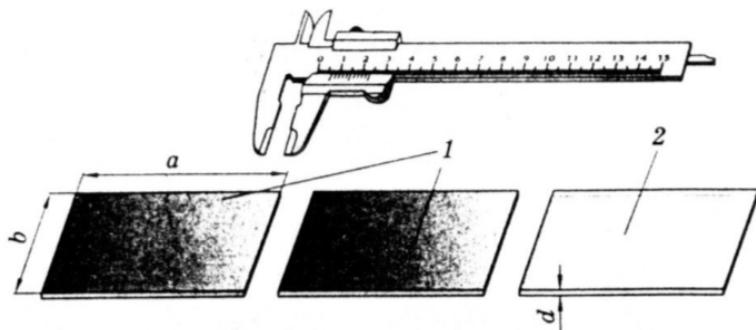

Рис.1
В работе измеряется электроемкость плоского конденсатора – системы двух плоскопараллельных пластин 1 площадью  $S$ , находящихся на расстоянии  $d$  друг от друга (рис. 1).
1. Соберите из двух металлических пластин и одной стеклянной (рис.1) плоский конденсатор.